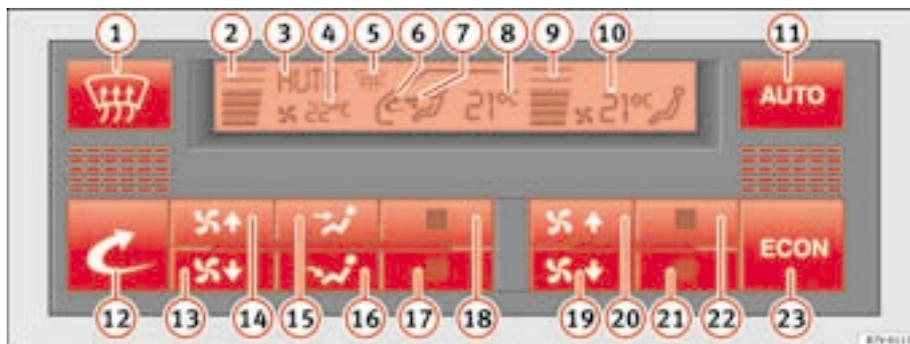

Abb. 120 Ausschnitt aus Instrumententafel: Bedienelemente Climatronic
- Mit den Tasten ⇒ Abb. 120 (21) und (22) wird die Temperatur gewählt und bleibt gespeichert, bis eine andere Temperatur gewählt wird